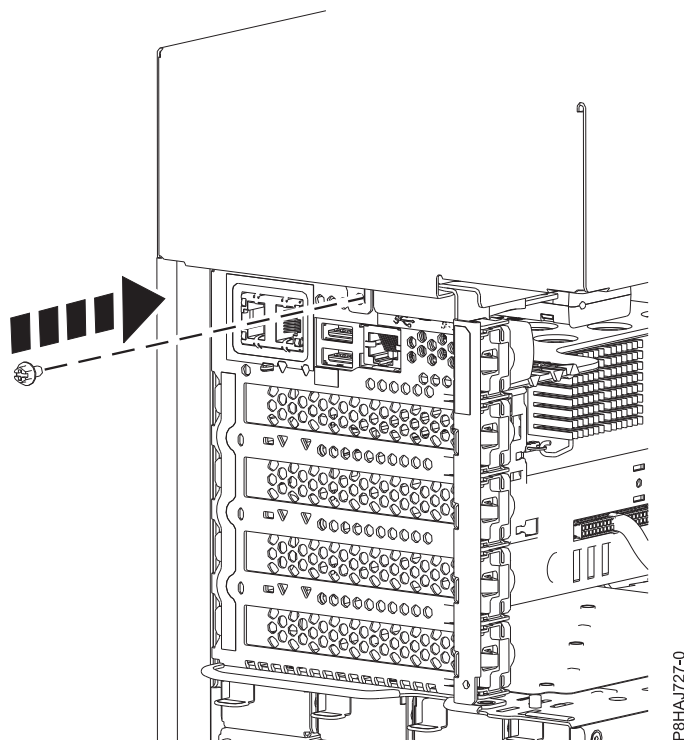

Figura 109. Instalar o parafuso da tampa lateral do 8286-41A
5. Instale o parafuso da parte posterior da tampa lateral com uma chave Phillips conforme demonstrado na Figura 109 na página 137.